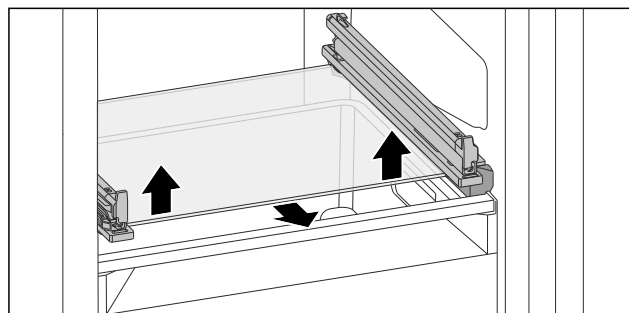

Fig. 120 Ripiano in vetro del cassetto ribaltabile
- ▶ Premere il ripiano in vetro dal basso verso l'alto su entrambi i lati. (vedere Fig. 120)